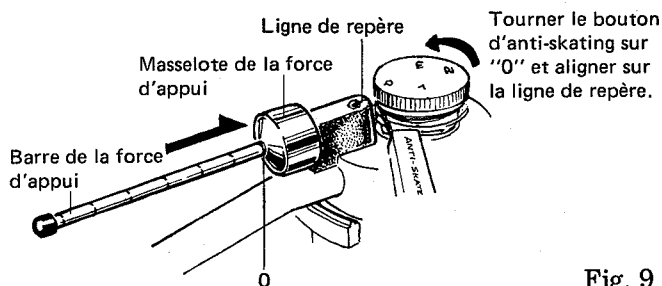

Fig. 9
1. Faire glisser la masselotte de la force d'appui jusqu'à la base de la barre de la force d'appui (Fig. 9).
2. Tourner le bouton d'anti-skating dans le sens opposé aux aiguilles et le régler sur "0" (Fig. 9).